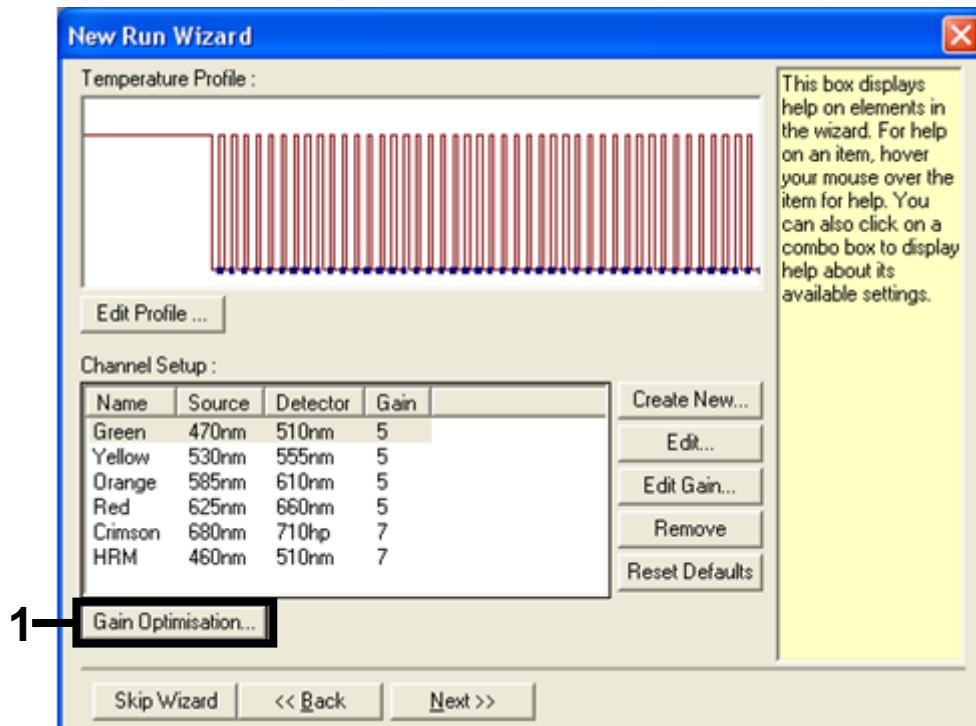

Figura 10. Optimização de aquisição de dados.
12. Na caixa de diálogo seguinte, clique no botão “Gain Optimisation” (Optimização de aquisição de dados) (consulte a Figura 10).